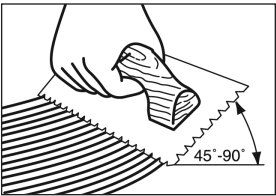

Figure 9
- Tenir la truelle à un angle d'au moins 45° (Figure 9), fermement contre le plancher brut afin d'obtenir un taux d'étalement de 4 à 5,5 m²/gal (40 à 60 pi²/gal US) (30 à 35 pi²/gal pour l'adhésif Summit étalé avec la truelle tout-en-un Summit incluse). La truelle laisse des cannelures d'adhésif et très peu d'adhésif entre les cannelures. Ainsi, vous pourrez toujours voir les lignes de craie entre les stries et appliquer l'adhésif selon le taux d'étalement recommandé.